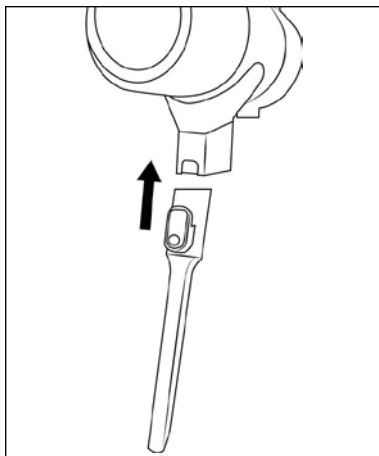

Abb. 13
- ◆ Schieben Sie das Zubehör auf das Saugrohr **23** oder auf die Saugöffnung des Gerätes, bis es mit einem Klickgeräusch einrastet (siehe Abb. 13). Achten Sie dabei auf die richtige Position der Verriegelung.